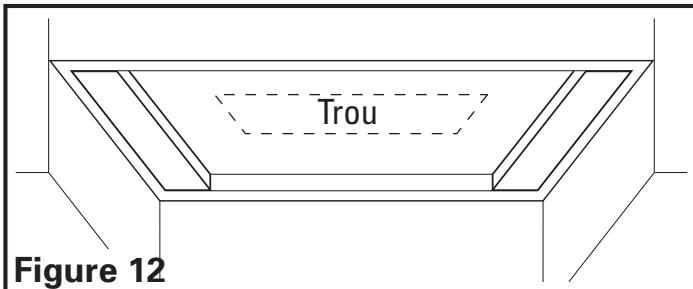

Figure 12
- Marquez l'emplacement où l'adaptateur de sortie (disponible séparément) sera situé sur les armoires et coupez un trou de diamètre d'environ 2,5 cm plus grand sur tous les côtés que l'adaptateur de sortie (Figure 12).